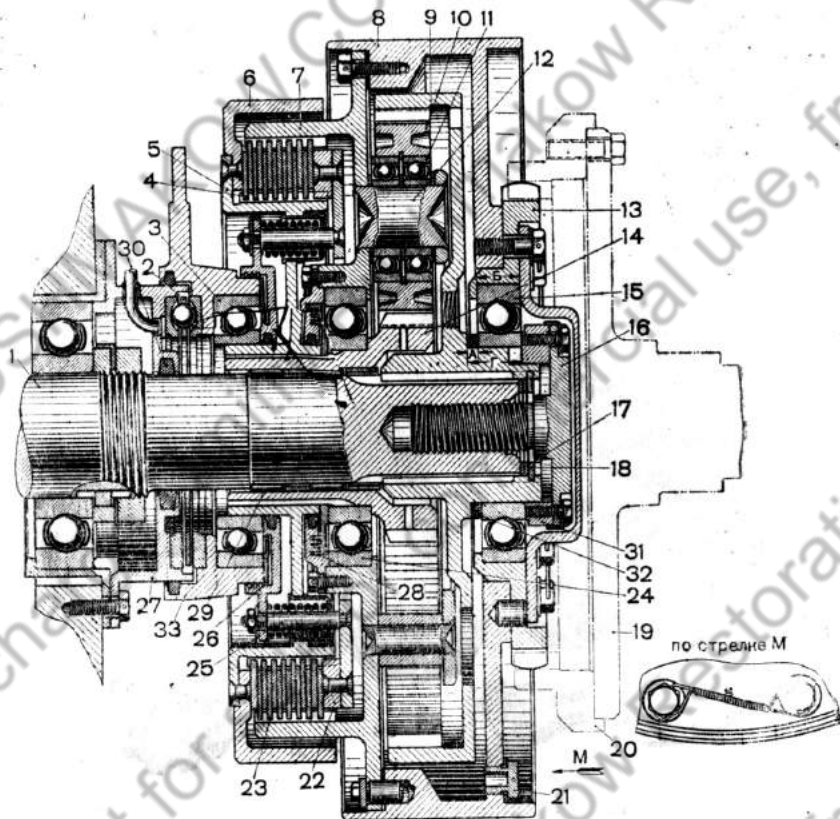

Рис. 175. Планетарный механизм поворота (разрез):
2. Не отсоединяя коробки от крана, раздвинуть венцы несущих дисков 20 (рис. 175) так, чтобы выточки на них совпали с фланцами несущих дисков бортовых передач, и соединить болтами венцы несущих дисков с несущими дисками бортовых передач.
Планетарный механизм поворота (рис. 175) состоит из планетарного блока, остановочного барабана, фрикциона и тормозных лент.
К планетарному блоку относятся: эпициклическая шестерня 9 (рис. 175), водило 7, четыре сателлита 10, солнечная шестерня 14. Эпициклическая шестерня 9, насаженная на шлицы главного вала коробки перемены передач, находится в зацеплении с сателлитами.
В ступице эпицикла 9 (рис. 175) со стороны бортовой передачи устанавливаются регулирующие кольца — шлицевая шайба 18 и замковое кольцо. Шайба имеет выступы такой же формы, как шлицы главного вала. Шлицевая шайба вставляется выступами в кольцевую выточку шлицевой части ступицы эпицикла и поворачивается на один шлиц. Замковое кольцо вставляется выступами в шлицы эпицикла и в прорези шлицевой шайбы 18 для удержания её от проворачивания в выточке эпицикла. После установки замковое кольцо раскернивается по торцу.
Фрикцион (рис. 175) поворота представляет собой выключающуюся многодисковую муфту трения, предназначенную для отключения солнечной шестерни от водила.
К ведущим частям фрикциона относятся: ведущий барабан фрикциона 5 (рис. 175) с малым тормозным барабаном 6, семь стальных ведущих дисков 4, нажимной диск 22, отжимной диск 26.
К ведомым частям фрикциона относятся: зубчатый барабан фрикциона с диском водила 7 (рис. 175) и семь стальных ведомых дисков 23. Зубчатый барабан и диск водила изготовлены за одно целое и выполняют роль ведомого барабана фрикциона. Внутренними зубьями барабан соединяется с наружными зубьями семи ведомых дисков 23 и вращается с ними как одно целое.
К механизму выключения фрикциона относятся: неподвижная чашка 27 (рис. 175), сепаратор с тремя шариками 2, подвижная чашка 33.
Когда между шариками и впадинами канавок имеется осевой зазор в 1 мм, то пружины, упираясь в колпачки, отжимают отжимной диск 26 (рис. 175) в сторону коробки перемены передач. Отжимной диск 26 с помощью пальцев 25 тянет нажимной диск 22 и сжимает ведущие и ведомые диски трения. Это положение соответствует включённому состоянию фрикциона и обеспечивает соединение солнечной шестерни с водилом.